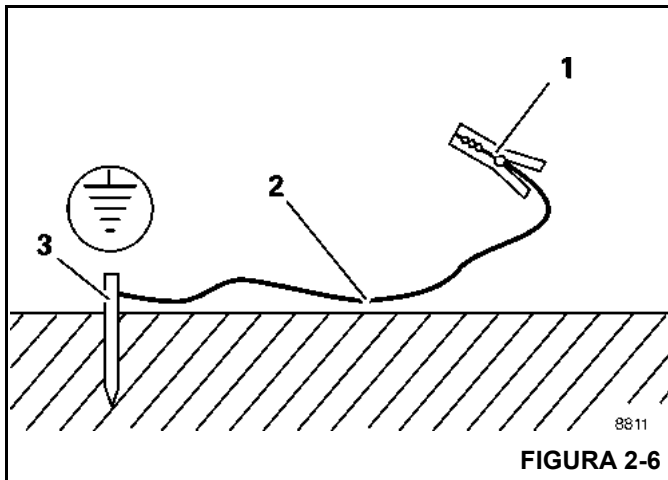

FIGURA 2-6
1. Entierre una varilla de metal (3, Figura 2-6) (de aproximadamente 2.0 m (6.6 pies) de largo) al menos 1.5 m (5 pies) en el suelo.
2. Humedezca la tierra alrededor de la varilla de metal (3) para obtener una mejor conductividad.
3. Sujete con abrazadera un cable aislado (2) a la varilla metálica (3), sección transversal de por lo menos 16 mm² (0.025 pulg²) (calibre 5).
4. Conecte el extremo libre del cable con una abrazadera (1) a un lugar del marco que sea buen conductor eléctrico.